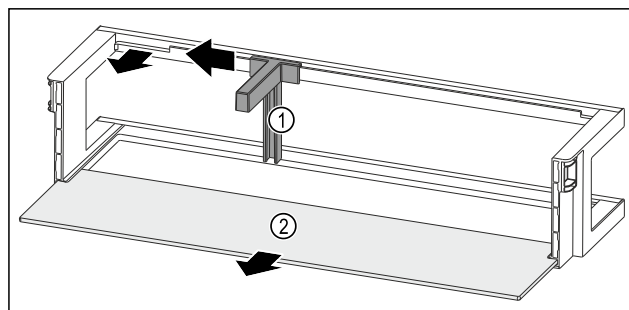

Fig. 199 带瓶托和搁板的门边存放架
- ▶ 将瓶托 Fig. 199 (1) 推至槽边。
- ▶ 取出瓶托 Fig. 199 (1)。
- ▶ 取出搁板 Fig. 199 (2)。